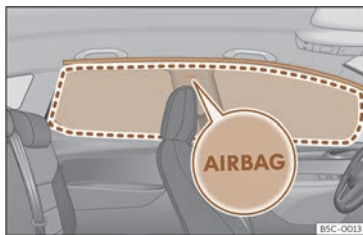

Fig. 28 Ubicación de los airbags para la cabeza.
Los airbags para la cabeza se encuentran a ambos lados del habitáculo, encima de las puertas >>> **fig. 28** y su ubicación está indicada con la palabra “AIRBAG”.
Al dispararse, el airbag para la cabeza ocupa la zona enmarcada (zona de despliegue) >>> **fig. 28**. Por este motivo, nunca se deberán depositar o fijar objetos en esta zona >>> **△**.
- Asegúrese de que los niños viajen sentados correctamente en sus asientos y no sitúen la cabeza en la zona de despliegue de los airbags para la cabeza >>> **fig. 28**, ya que, en caso de dispararse los airbags, estos podrían golpearles y provocarles lesiones graves.